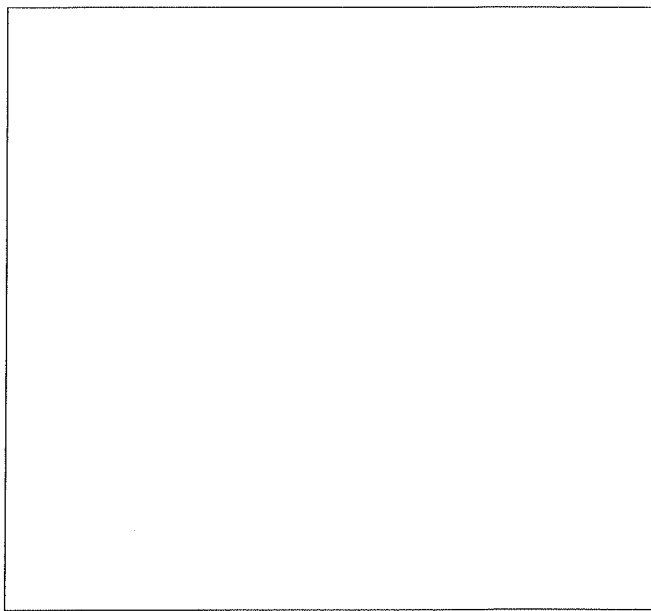

Рис. 40. Вставка конца троса с резьбой.
4. Вытяните стальной трос, выходящий из командной стойки, и уложите его вдоль всей длины основания, а затем конец троса с резьбой вставьте в паз на свободной стойке, пропустив его поверх штифта (Рис. 40).